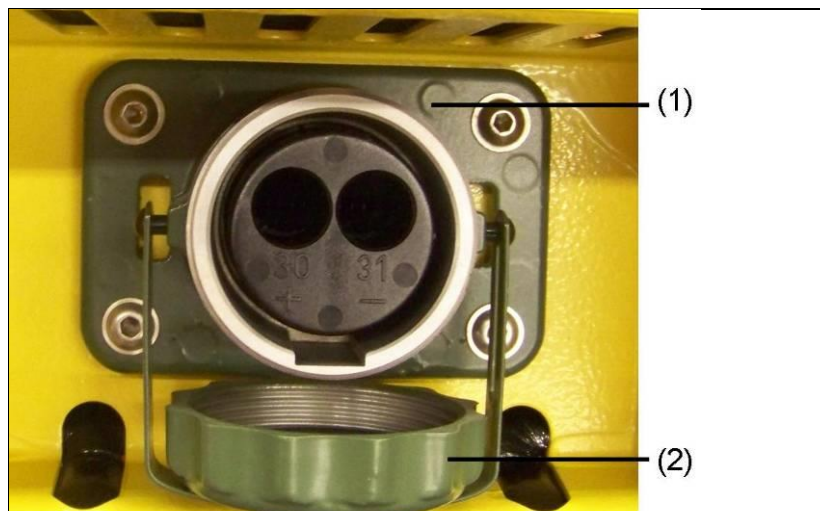

Abb. 5-8: Fremdstarteinrichtung anschließen
1. Abdeckung (Abb. 5-8-(2)) der Fremdstartsteckdose (Abb. 5-8-(1)) abschrauben.